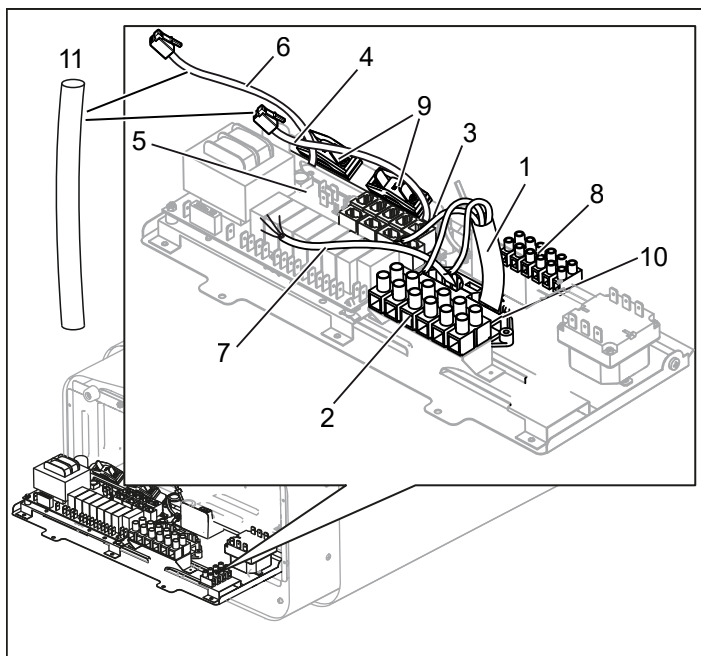
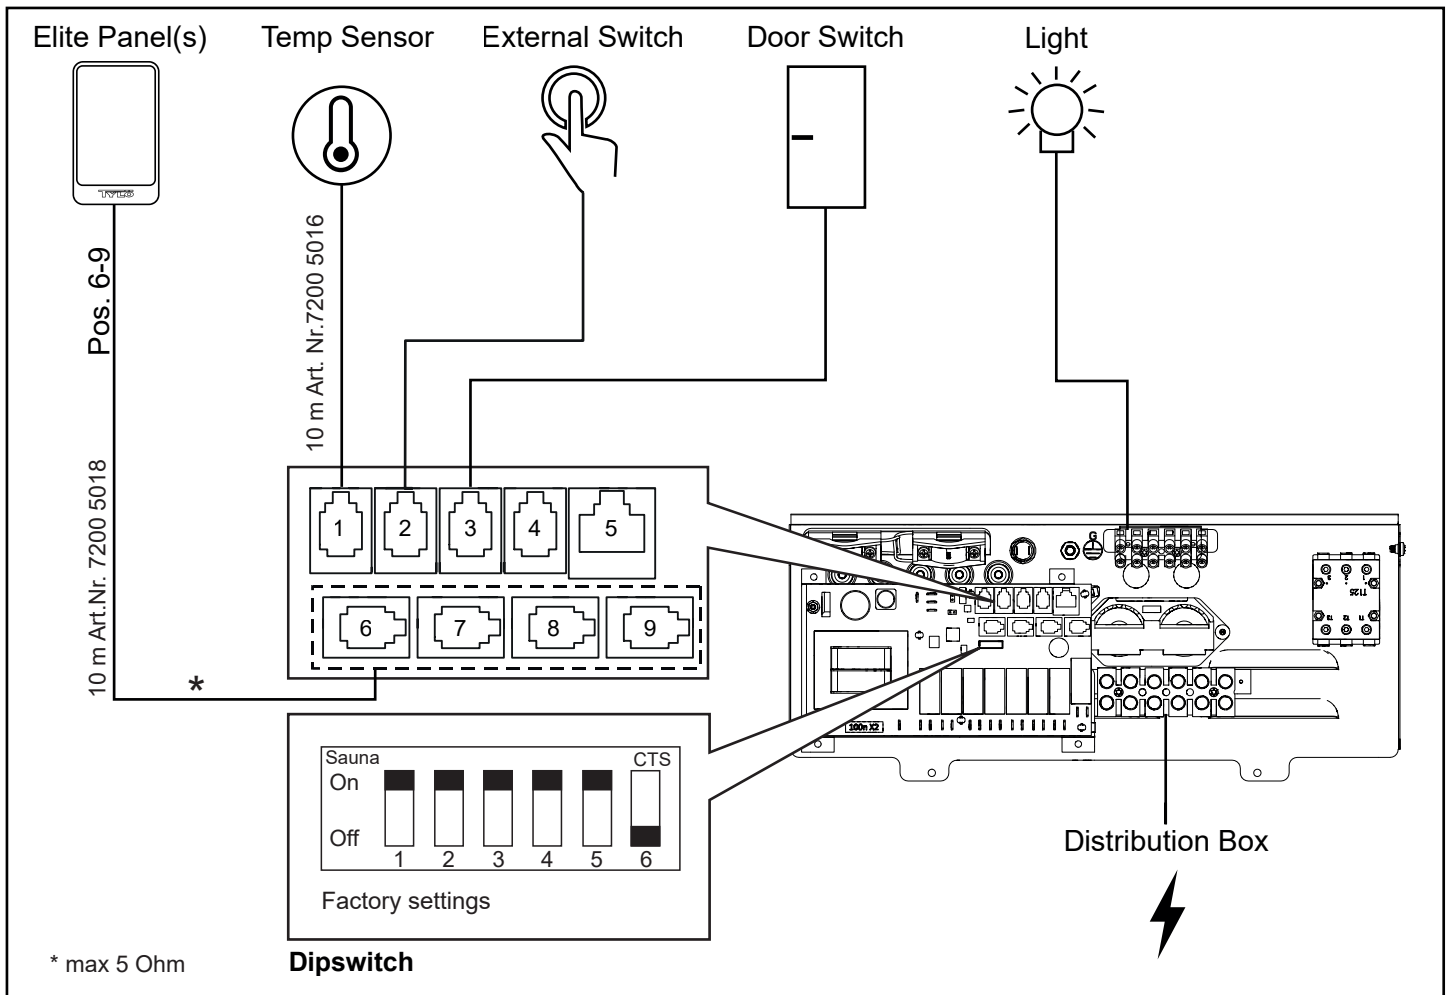

Fig 9: Kretskortet
Fig. 18. Schematisk installation Sense Elite
3. Anslut elkabeln (se Fig 9) enligt kopplingschema (se Fig 17).
4. Dra kablar för manöverpanel och temperatursensor genom kabelgenomföringarna (se Fig. 9). Anslut manöverpanelens kabel i en av de fyra RS485-kontaktarna (position 6-9) (se Fig 18).
5. Anslut sensorns kabel till NTC-kontakten på kretskortet (position 1) (se Fig. 18).
6. Anslut eventuell kabel till belysning, se Fig 9, till enligt kopplingsschema Fig 17.